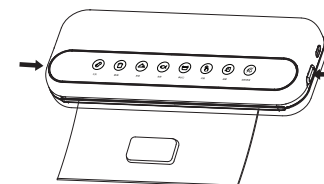

图4
5. 机器完成工作后（蜂鸣器“滴滴”两声），按下两侧的开盖按键打开上盖并取出真空包装袋，如图4。